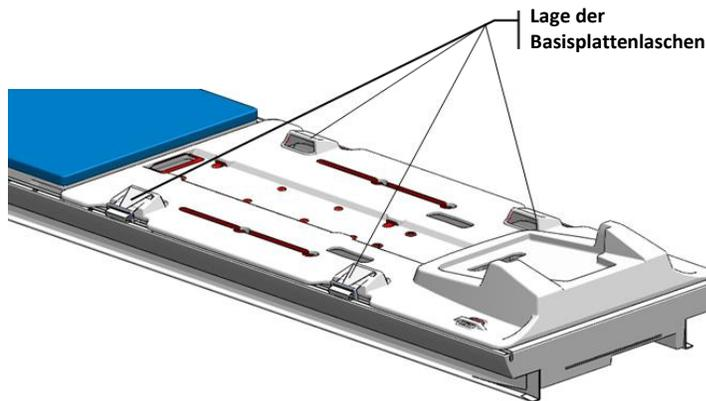

Abbildung 14: Platzierung der Basisplattenlaschen
2. Befestigen Sie vier Basisplattenlaschen (*Abbildung 14*).